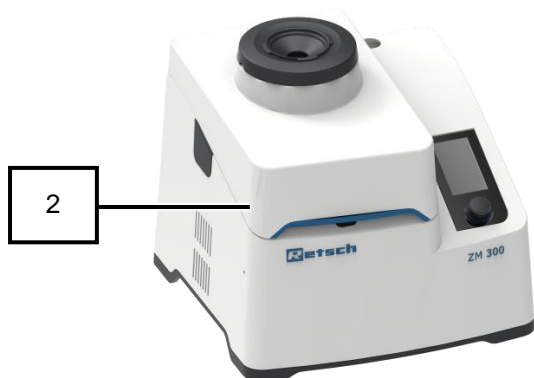

Рис. 15: прибор с закрытой крышкой прибора
- Крышка прибора (2) автоматически блокируется запирающим блоком (8), а внутренняя камера (10) закрыта (Рис. 15).